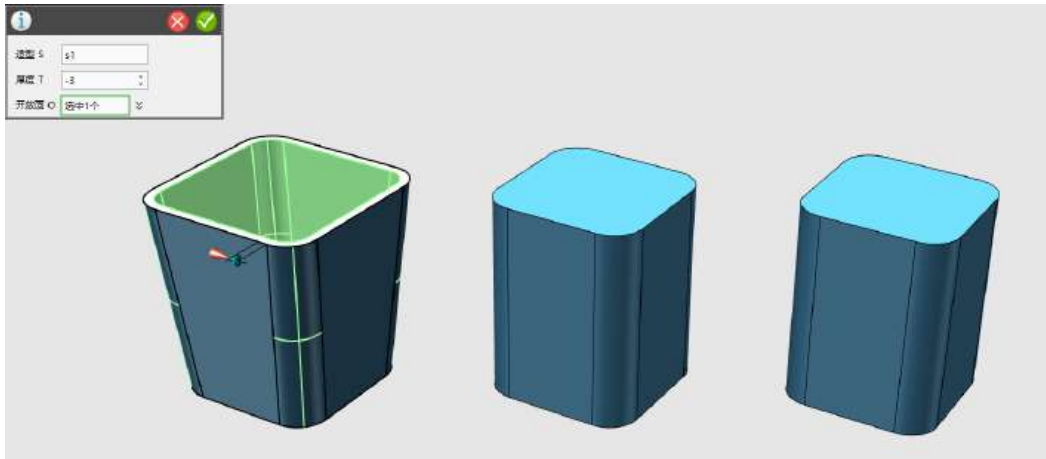

图 1-5
Step 5 选择抽壳命令，造型选择上步骤拔模的杯体，厚度设为-3，开放面选择杯体上平面，如下图 1-5 所示：